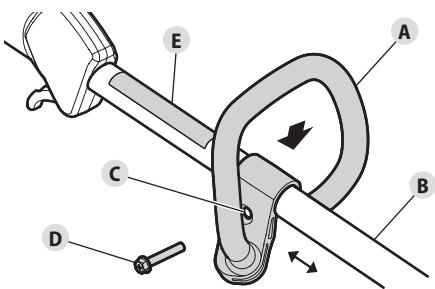

Fig. 10
- Poussez le manche (Fig. 10-A) sur le tube supérieur de l'arbre (Fig. 10-B). Assurez-vous que la ouverture du boulon (Fig. 10-C) fait face vers la droite.
- Insérez le boulon (Fig. 10-D) dans son trou et poussez-le à travers. Serrer la boulon avec un tournevis à tête plate, mais ne pas serrer la boulon complètement.
- Maintenez l'unité en position d'utilisation (Fig. 16). Déplacez le manche vers le haut ou le bas sur le tube supérieur pour trouver une position confortable. S'assurer que la poignée est placée au-delà de l'étiquette de sécurité (Fig. 10-E).
1. Desserrer le boulon (Fig. 10-D) avec un tournevis à tête plate.
2. Maintenez l'unité en position d'utilisation (Fig. 16). Déplacez le manche vers le haut ou le bas sur le tube supérieur pour trouver une position confortable. S'assurer que la poignée est placée au-delà de l'extrémité de l'étiquette de sécurité (Fig. 10-E).